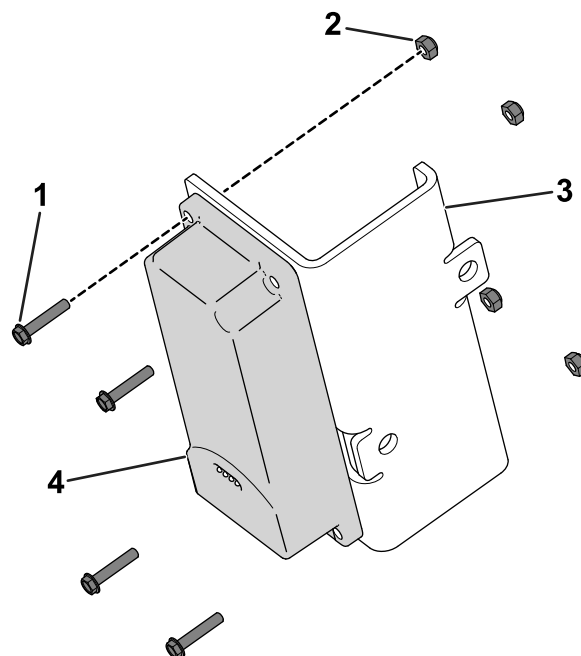

図 11
1. 六角ボルト (#10 x 1") 4本とロックナット (#10)4個を使って、テレマティクスデバイスをデバイス ブラケットに固定する 図 11。